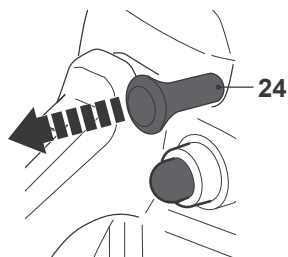
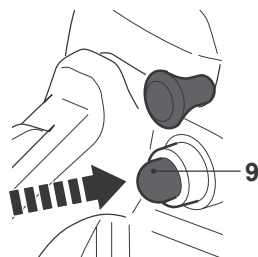

Fig. 23
Fig. 24
- > Sortez le starter [24] en position fermée (position de démarrage) (Fig. 23). Actionnez l'amorce (9) jusqu'à ce que la poire soit complètement remplie de carburant (Fig. 24).